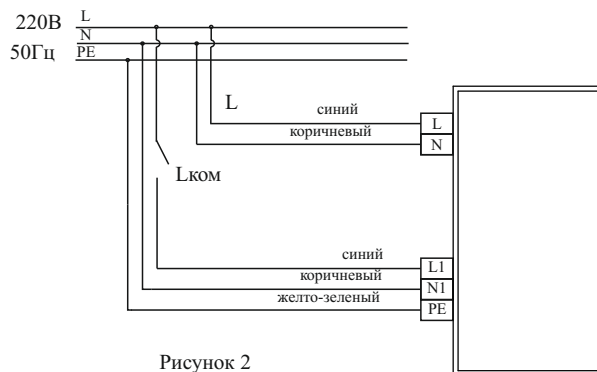

Рисунок 2
**Важно: для корректной работы системы линии питания L и Lком должны принадлежать одной фазе (рисунок 2)**